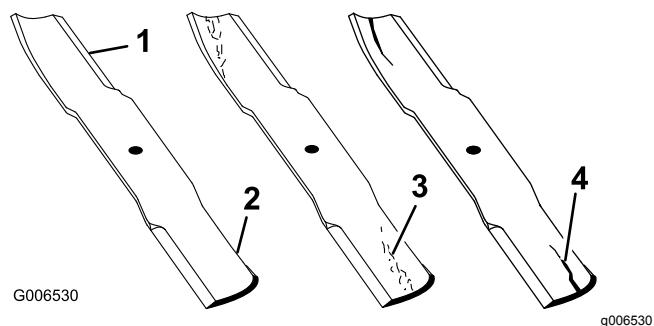

Figura 74
1. Inspecione as extremidades de corte (Figura 74).
4. Se verificar quaisquer fissuras, desgaste, ou a formação de ranhuras nesta área instale imediatamente uma lâmina nova (Figura 74).